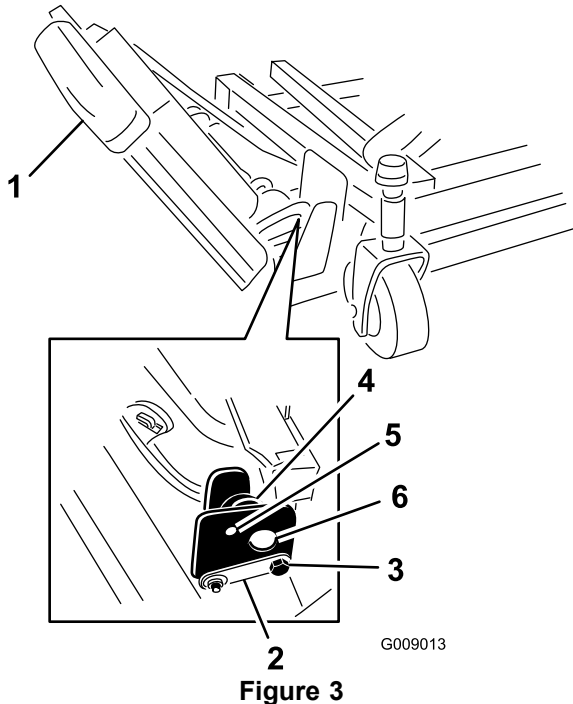

Figure 3
1. Retirez les écrous qui fixent les boulons d'arrêt avant et arrière aux supports de l'ailette droite du plateau avant (Figure 3).
2. Supportez l'ailette droite et retirez les boulons d'arrêt avant et arrière des supports du plateau (Figure 3).